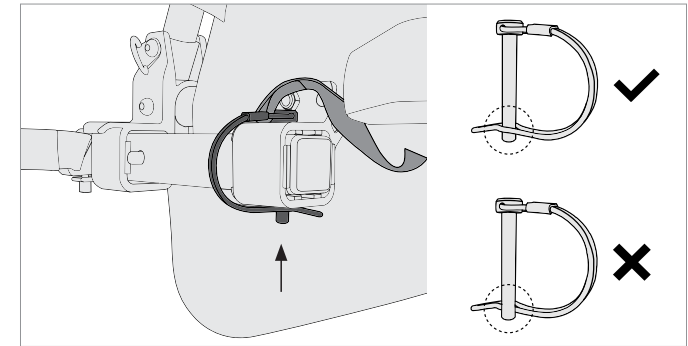

Figura 10
3. Asegúrese de que el pasador haya quedado correctamente cerrado como se muestra (Figura 10).